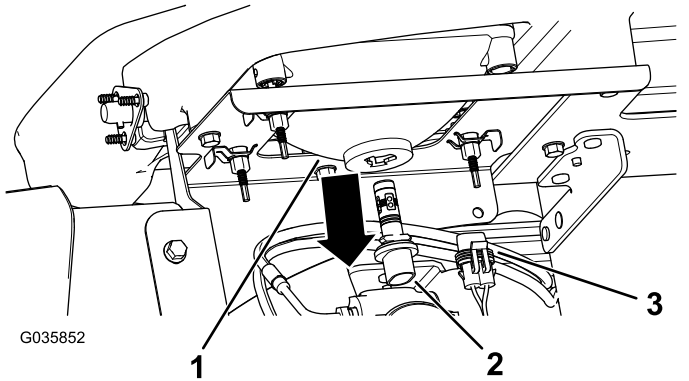

图 40
3. 从大灯外壳后面灯总成的接头断开线束的电气接头 图 40。
4. 将灯总成逆时针旋转 $\frac{1}{4}$ 圈然后向后移动移出大灯外壳 图 40。
5. 插入新灯总成和大灯外壳将灯总成上的标签与大灯外壳中的槽对齐 图 40。
6. 将灯总成顺时针旋转 $\frac{1}{4}$ 圈进行固定 图 40。
7. 将线束的电气接头与新灯总成的接头连接 图 40。